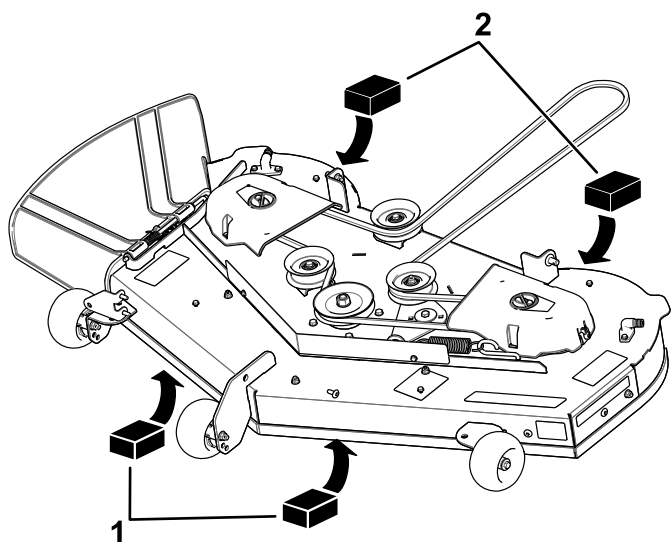

Figura 60
4. Coloque dos bloques de 6.6 cm (2 5/8") de grosor debajo de cada lado del borde delantero de la carcasa, pero no debajo de los soportes de los rodillos protectores del césped (Figura 60).
5. Coloque dos bloques de 7.3 cm (2 7/8") de grosor debajo del borde trasero del faldón de la carcasa de corte, uno en cada lado de la carcasa de corte (Figura 60).